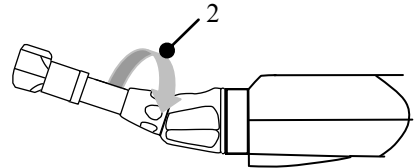

Fig. 2
- 2 - Plaats de batterij terug in het vakje. Nooit forceren om de batterij terug te plaatsen. (Fig. 2)
- 2 - Вставьте аккумулятор в отделение. Вставляя аккумулятор, ни в коем случае не прикладывайте чрезмерных усилий. (Рис. 2)
- 2 - Visser la tête du contre angle. (Fig. 2)
- 2 – Screw the contra angle head. (Fig. 2)
- 2 – Enroscar el cabezal del contra-ángulo. (Fig. 2)
- 2 – Avvitare la testa del contrangolo. (Fig. 2)
- 2 - Aparafusar a cabeça do contra-ângulo. (Fig. 2)
- 2 – Dokręcić główkę kątnicy (Rys. 2).